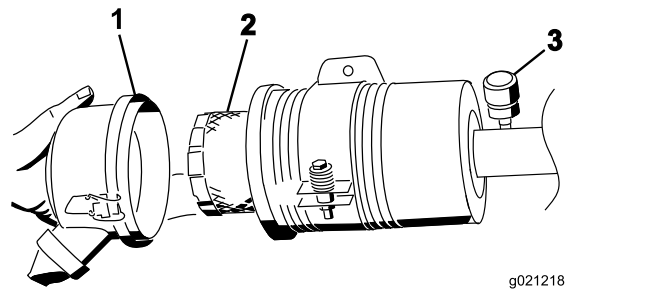

Figure 84
6. Déposez et remplacez le filtre (Figure 84).